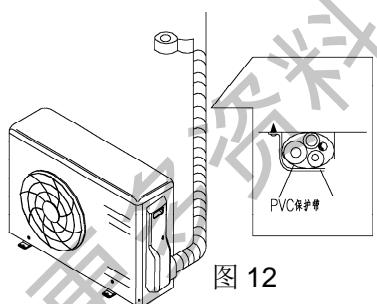

图 12
8. 当室内机比室外机低时，请将配管适当弯曲，以防室内进水（参考图 12）。